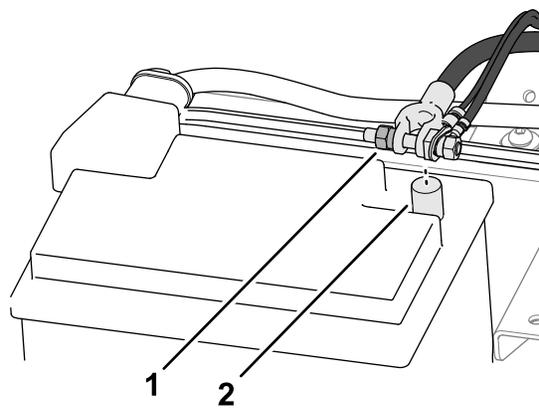

図 6
1. バッテリーケーブルのマイナス端子の前側ナットを緩める(図 6)。